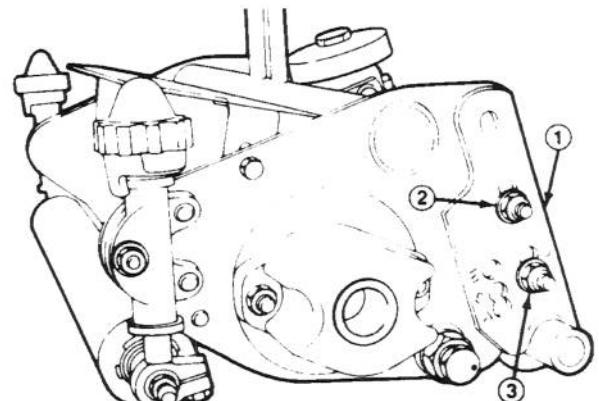

Figure 2
- Assemblez les supports arrière de réglage de la hauteur de coupe dans la position souhaitée. Desserrez la vis SPC et l'écrou, et retirez les boulons et écrous se trouvant sous les côtés droit et gauche du module de coupe (Fig.2).